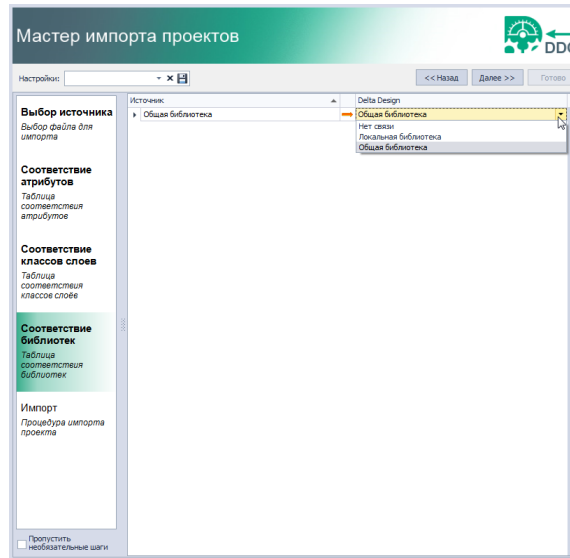

Рис. 60 Установка соответствия
10. Установите соответствие для библиотечных компонентов, Рис. 60.